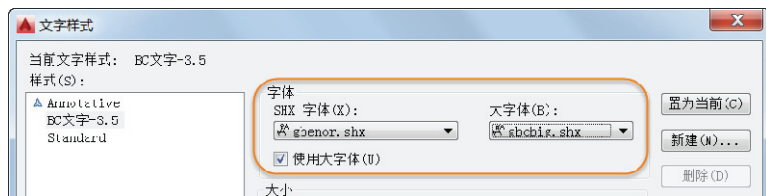

图 4-21 设置字体
- 5) 在“文字样式”对话框的“字体”选项组中，从左边的下拉列表框中选择“gbenor.shx”，勾选“使用大字体”复选框，接着在“大字体”下拉列表框中选择“gbcbig.shx”，如图 4-21 所示。